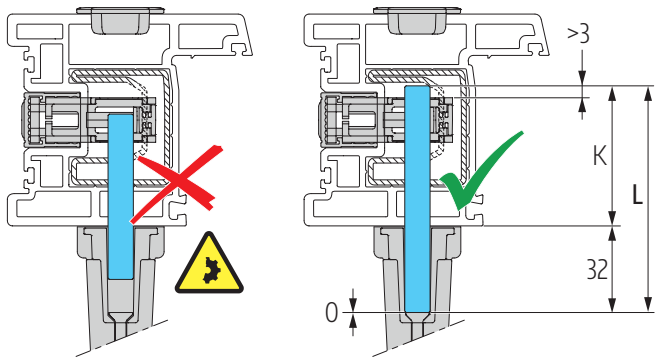
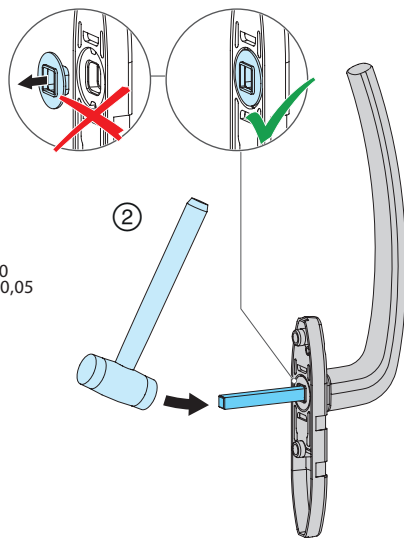

Abb. 41
Abb. 43
- ② Vierkant mit Schonhammer in Rastbuchse der Griffrosette einschlagen; **Abb. 43.** (**Abb. 41** beachten).